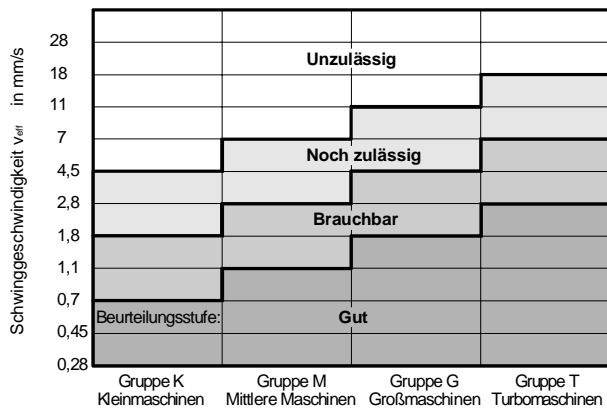

Bild 4: Beurteilungsklassen für die Schwingstärke
**Grenzwerte bestimmen** Nach der Auswahl der Messpunkte bestimmt man den Grenzwert für die Ansprechschwelle des Relaiskontaktes. Liegen keine Erfahrungswerte für die Schwingstärke an der betreffenden Maschine vor, kann auf die Basiswerte aus VDI 2056 oder DIN / ISO 10816 zurückgegriffen werden. Dort werden Empfehlungen für zulässige Schwingstärkewerte an unterschiedlichen Maschinenklassen gegeben. Bild 4 zeigt